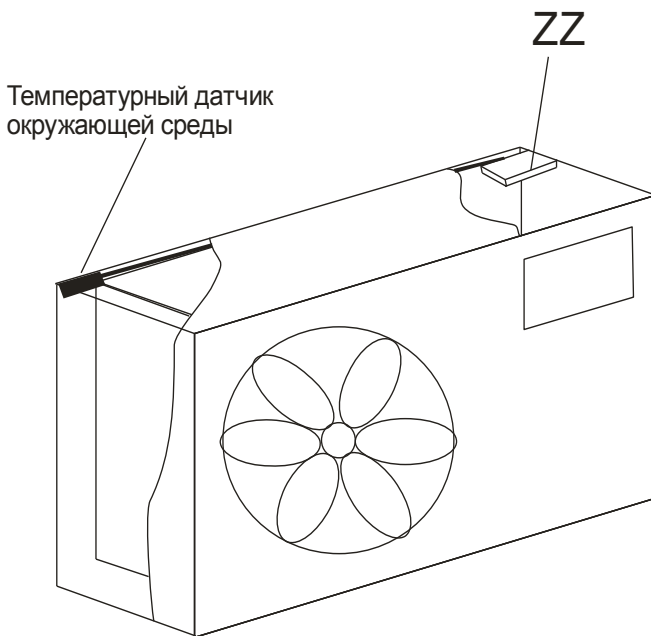

Рис.2. Монтаж датчика температуры окружающей среды
5.3. Датчик температуры окружающей среды (пластмассовый) установить на корпусе наружного блока в верхнем углу (см. рис.2).